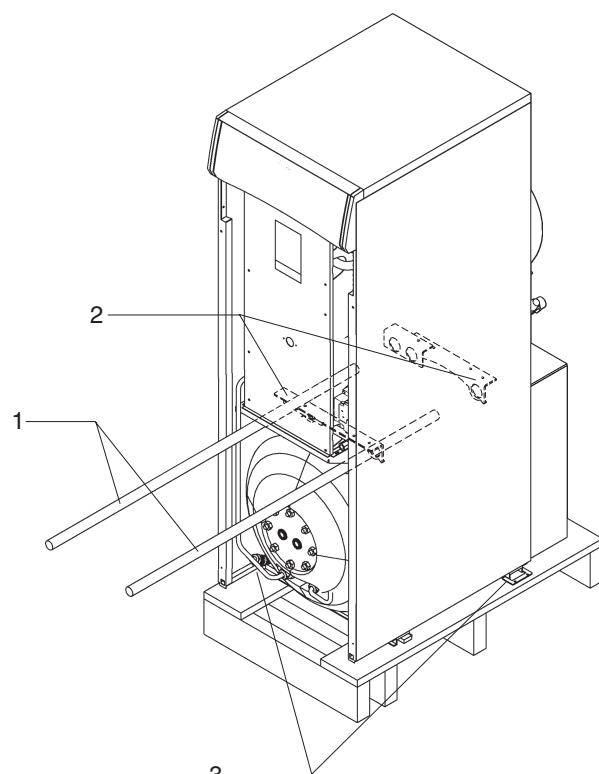

Fig. 2.7
- rimuovere le viti che fissano la caldaia al pallet in legno tramite due staffe (3) (fig. 2.7)
- sollevare la caldaia utilizzando due tubi da  $3/4"$  (1) inseriti nelle apposite aperture (2) (fig. 2.7).